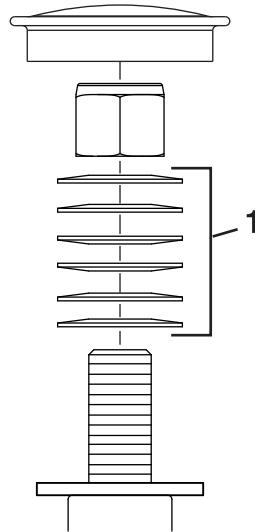

Figure 54
3. Déposez le capuchon protecteur de la roue pivotante et serrez le contre-écrou (Figure 54).
4. Continuez de serrer le contre-écrou jusqu'à ce que les rondelles élastiques soient aplaties, puis desserrez-le d'un quart de tour pour obtenir la précharge correcte des roulements (Figure 54).
5. Reposez le capuchon protecteur (Figure 54).